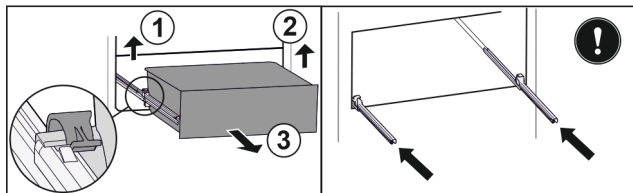

Fig. 161
- ▶ Підняти лівий затискач і одночасно висувний ящик ліворуч потягнути вперед. Fig. 161 (1)
- ▶ Підняти правий затискач і одночасно висувний ящик праворуч потягнути вперед. Fig. 161 (2)
- ▶ Вийняти висувний ящик рухом вперед. Fig. 161 (3)